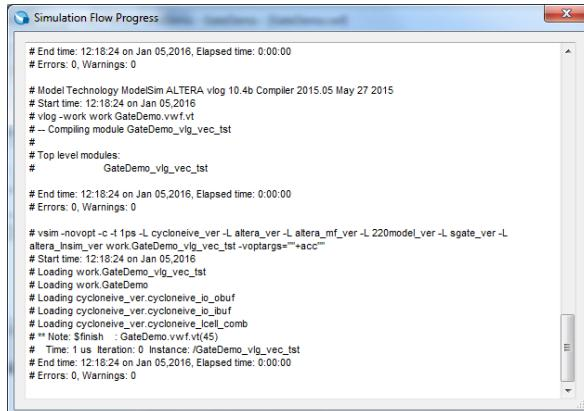
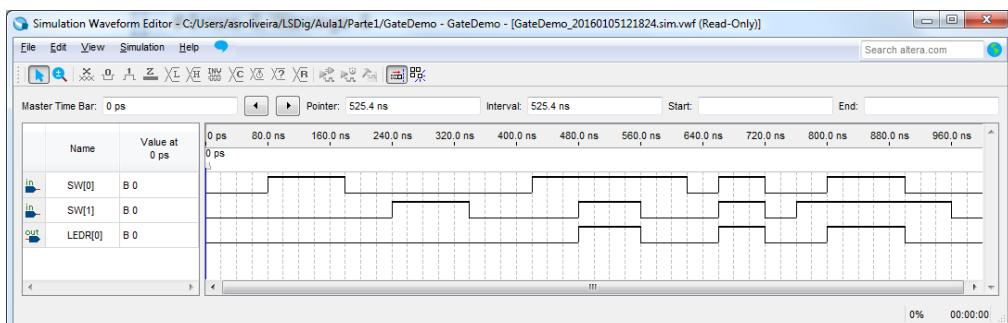

Figura 21 – Janela de compilação e execução da simulação do circuito com os vetores de entrada especificados.
Figura 22 – Janela do simulador com a forma de onda do sinal de saída em função dos vetores de entrada especificados e do comportamento do circuito.
- 14.** Execute a simulação através do menu “*Simulation→Run Functional Simulation*”, o qual deve abrir uma janela semelhante à Figura 21. Após a simulação deve obter o valor da saída da porta lógica correspondente às entradas que especificou (Figura 22).